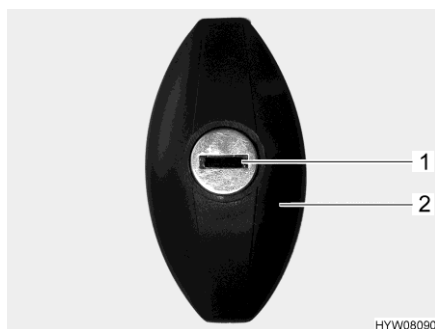

Fig. 55 Serratura dello sportello (ellittico, chiuso)
- Inserire la chiave nel cilindro della serratura (Fig. 55,1) e ruotare in senso antiorario di un mezzo giro. La maniglia della serratura (Fig. 55,2) scatta all'infuori.